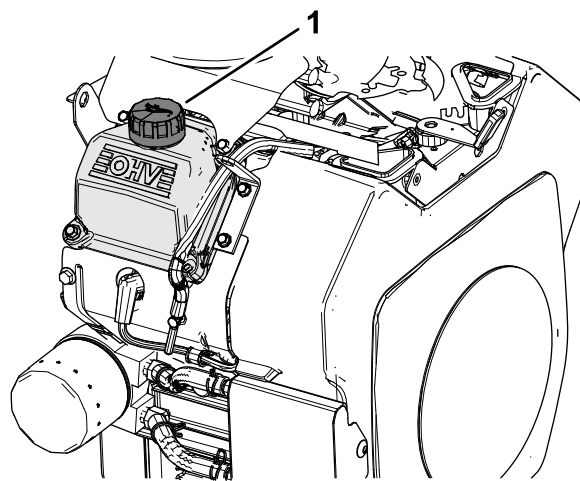

Рисунок 32
6. Медленно залейте примерно 80% указанного количества масла в заливную горловину (Рисунок 32) на крышке клапанной коробки; см. раздел Характеристики моторного масла (страница 31).